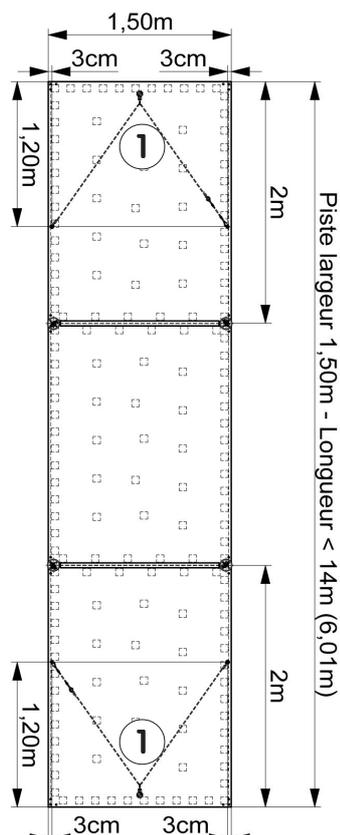

**Figure 7**
- Tracer la position des 2 plaques d'extrémité (1), ainsi que celle des fixations suivant **Fig. 6 et 6bis** ou **Fig. 7 et 7bis**.
- Aspirer soigneusement les trous avant de mettre en place les chevilles à frapper (19) fournies : enfiler la douille puis en taper le fond pour la fixer au sol, avec un outil adapté (suivant les étapes illustrées ci-contre).